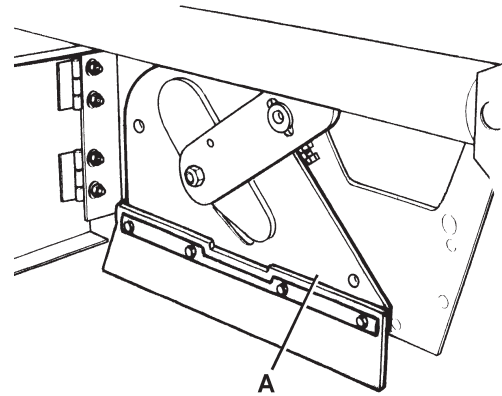
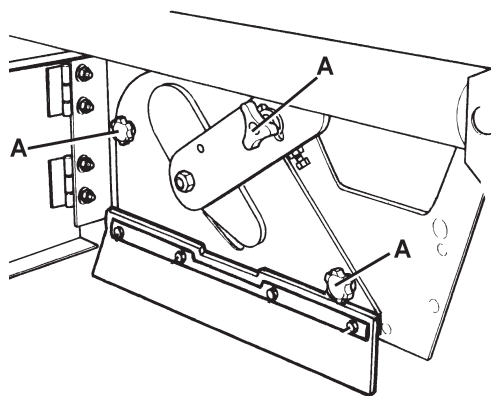

Figure 6
Figure 5
1. Amener la machine sur un sol plat et activer le frein de stationnement au moyen de la pédale (82) et du levier (75).
2. Tourner la clé de contact (69) sur "0", puis l'enlever.
3. Dégager le dispositif de retenue (8) et ouvrir le portillon droit (7).
4. Dévisser et enlever les pommeaux (A, Fig. 5).
5. Enlever le couvercle (A, Fig. 6) du logement du balai central.
10. Installer le couvercle (A, Fig. 6) du logement du balai central et visser les pommeaux (A, Fig. 5).
11. Fermer le portillon droit (7) et engager le dispositif de retenue (8).